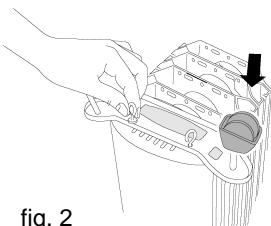

fig. 2
- Utiliser les deux vis fournies avec l'appareil pour fixer les pieds à l'endroit prévu (fig. 2).